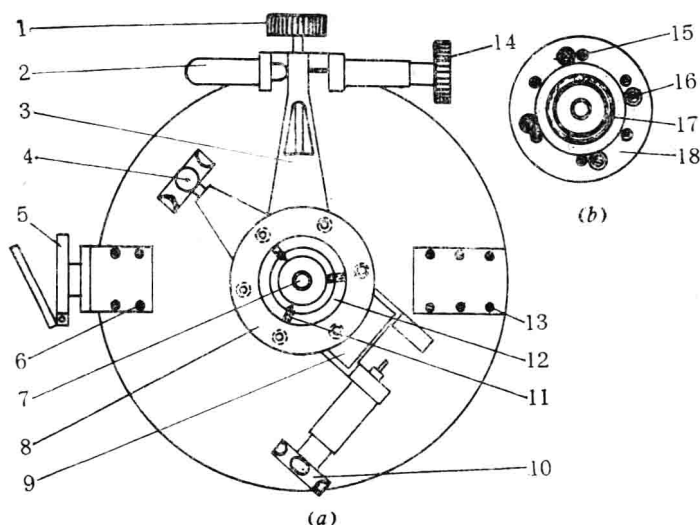
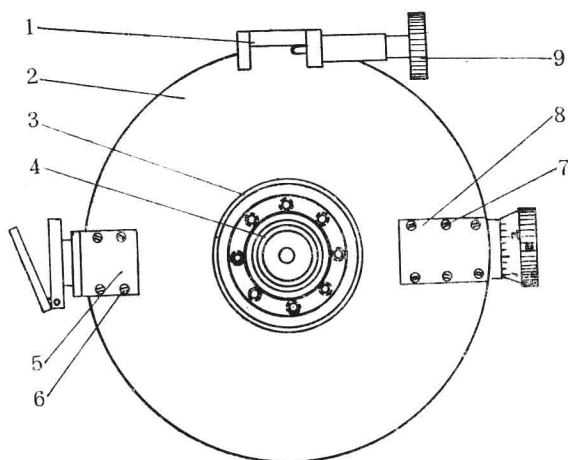
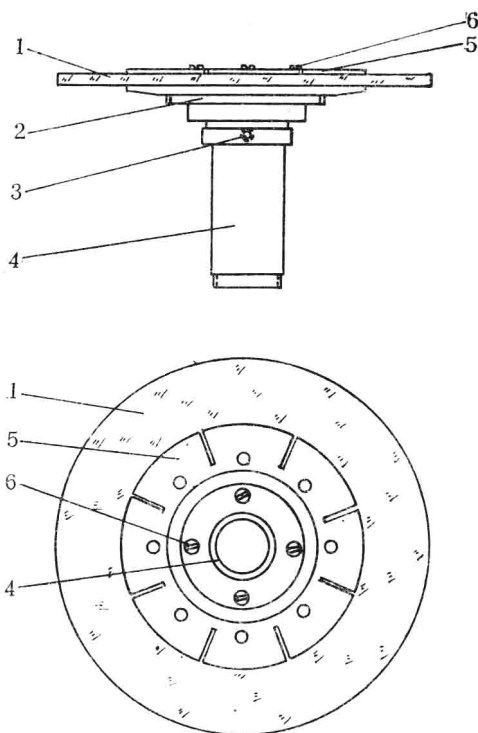

图 1-7 (a) 移去基座后的仪器底部结构图
图 1-8 取下照准部制微动架座后的结构图
图 1-9 水平度盘轴套结构图
1) 旋去竖轴轴底螺母的三个紧定螺钉(图1-7(a)之11), 将轴底螺母(图1-7(a)之12)旋下, 并取下竖轴外轴套(图1-7(a)之8), 此时就可以见到图1-7(b)所示情况。
2) 旋去照准部微动螺旋弹簧座(图1-7(a)之2), 旋去照准部轴的一个限位螺钉(图1-2(a)之25), 这个螺钉是装在照准部轴限位槽中的瓦片孔(图1-13之5)内。在安装时, 必须转动照准部, 从限位螺钉孔中正确地对准瓦片孔后装入, 如果上下不能对准, 可适当放松竖轴轴底螺母后, 上下移动水平度盘轴套解决之。再旋去照准部制微动架座的四个紧固螺钉(图1-7(b)之16), 将照准部制微动架座取下, 此时可以将照准部的制微动架(图1-7(a)之3)和制动片取出。图1-8所示系取下照准部制微动架座后的情况。
3) 要拆卸水平度盘制微动架(图1-7(a)之9), 则旋去其压圈的六个紧固螺钉(图1-7(b)之15); 将压圈(图1-7(b)之18)取下, 就可以将水平度盘制微动架和制动片取出。但需注意: 这制微动架的制动片比照准部制微动架的制动片小, 如果二者装错, 就会影响下盘的转动。
1) 要拆卸照准部的制微动架(图1-8之1), 则必须将安平水准器(图1-11之6)取下。其拆卸方法: 从安平水准器管左端轴孔中旋去其球形轴钮的张紧螺钉(图1-15之11), 并旋去右端水准器的一个校正螺母(图1-2(b)之58), 就可以将安平水准器(图1-2(b)之49)取下, 并取下两个球型垫圈(图1-16之8)。
此时就可以旋去照准部制微动架的四个紧固螺钉（图1-12 (a)之10），将照准部制微动架（图1-8之1）取下，在此架下面有一个度盘措擦孔（图1-10之1）。但从此处措擦并不方便，最好移去水平度盘副象照准棱镜座（图1-12 (a) 之5）后，从透光孔中进行。
2) 旋去水平度盘盒侧面的六个紧固螺钉（图1-2 (a) 之15），用刀片去掉接缝处的油灰，将度盘盒护盖（图1-8之2）轻轻撬出，就可以将水平度盘连同轴套向外拔出，并取下照准部轴限位槽内的一个铜瓦片（图1-13之4）。图1-9所示系取下的水平度盘轴套。图1-10系取下水平度盘轴套后的照准部轴底部结构图。